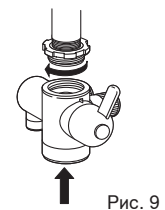

Рис. 9
- Прижмите дивертор к пластиковому кольцу и затяните кольцо рукой. (рис. 9).